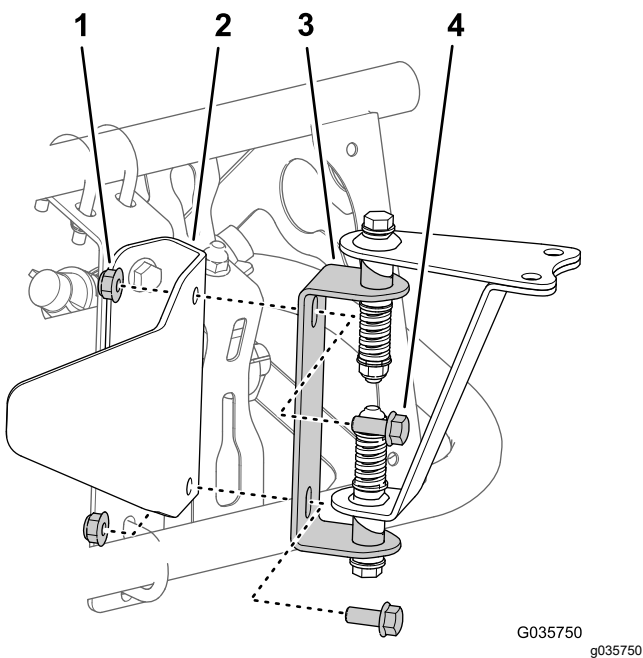
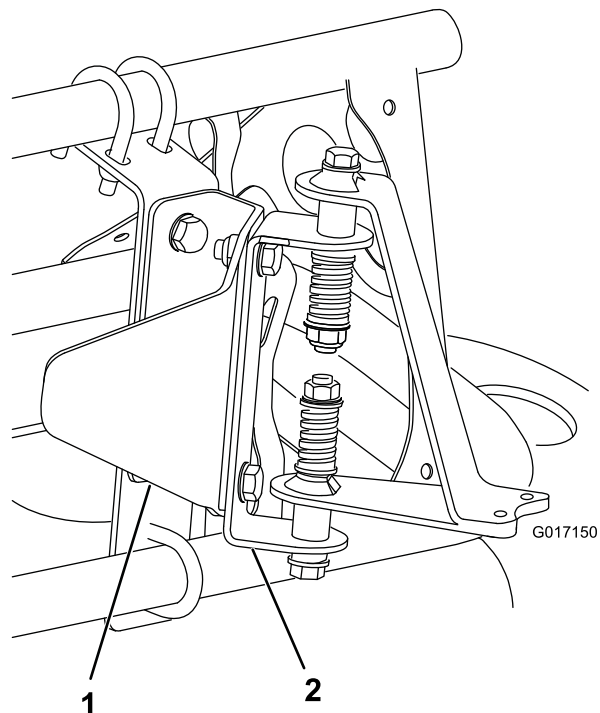

Figura 17
Figura 18
3. Instale o hardware de montagem do sensor no suporte de proteção do sensor com dois parafusos (5/16 pol. x 3/4 pol.) e duas porcas de bloqueio (5/16 pol.) como é mostrado na Figura 17 (para uma rampa descoberta) ou Figura 18 (para uma rampa coberta).